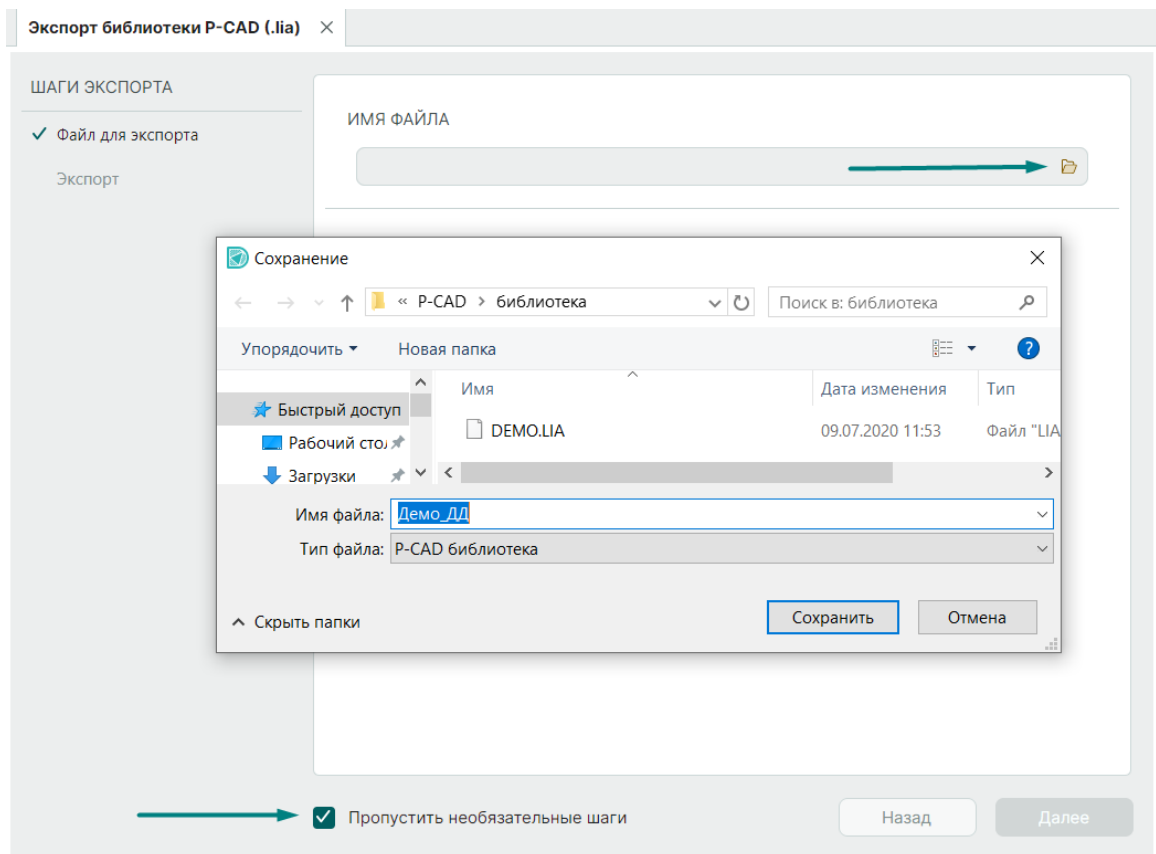

Рис. 25 Выбор директории для сохранения сгенерированного файла
- На первом этапе экспорта при нажатии на  в поле «Имя файла» в окне проводника выберите директорию для сохранения сгенерированного файла и нажмите «Сохранить», см. Рис. 25.